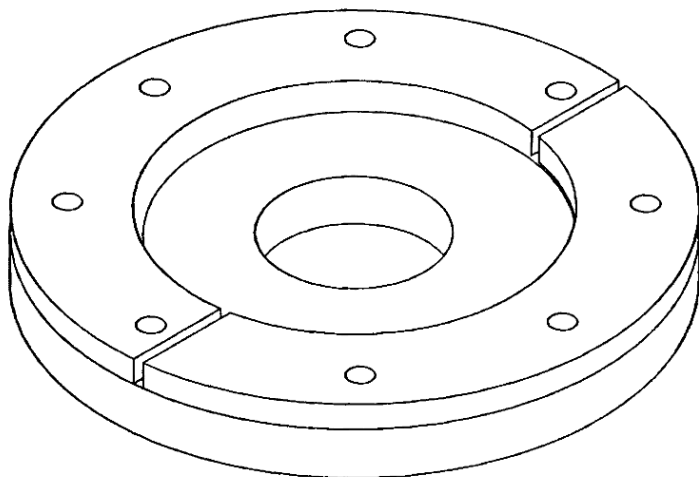

Рис. 4.4. Вариант сборки полости для ускорителей масс высокой энергии в 2000 Дж
8. Поместите секцию COIL в полость ровно, как показано на рис. 4.4.